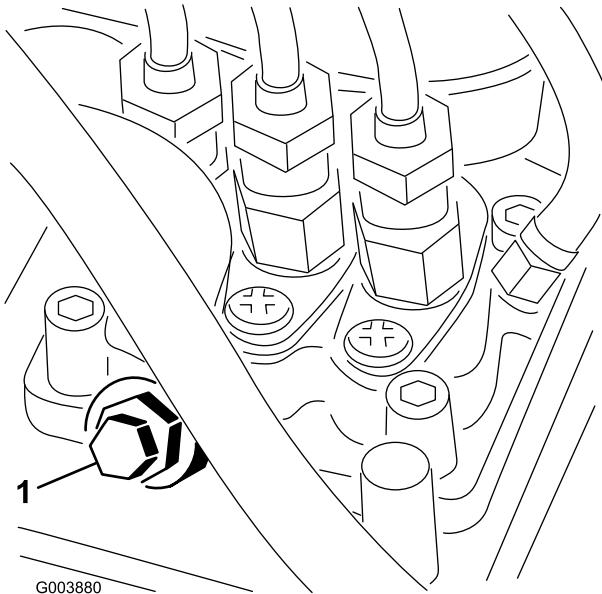

Figura 22
3. Aprire la vite di spurgo dell'aria, situata sulla pompa di iniezione del carburante (Figura 22).